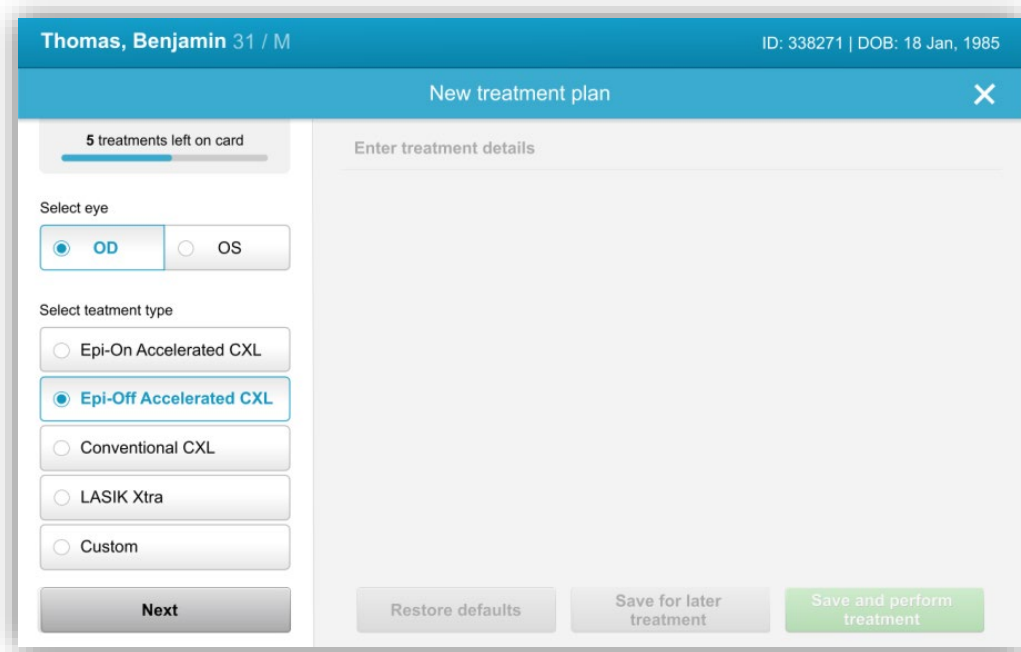

Figure 3-6. Sélectionner le type de traitement
- Le système est préprogrammé avec cinq plans de traitement prédéfinis, comme illustré à la figure 3-6 :